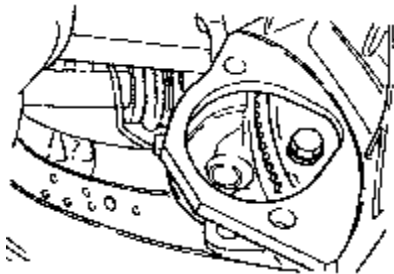

图 8-45 拆卸起动机
(21) 拆下起动机，如图 8-45。用专用工具 V175 拆下变矩器（曲轴同时继续转动 1/3 周）。